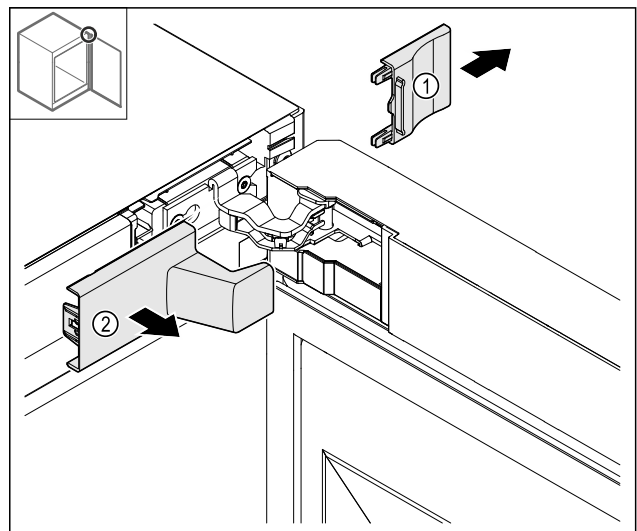

Fig. 10
► Abdeckung Fig. 10 (1) und dann Fig. 10 (2) entfernen.